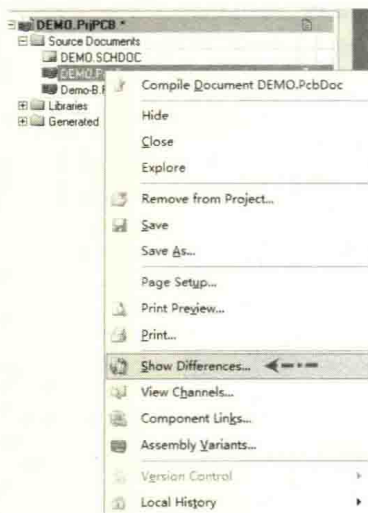

图 15-6 “Show Differences...” 命令
(1) 添加需要对比的两个 PCB（如“DEMO.PcbDoc”和“Demo-B.PcbDoc”）到统一工程目录下。
(2) 在其中一个 PCB 文件上单击鼠标右键，执行“Show Differences...”命令，如图 15-6 所示。